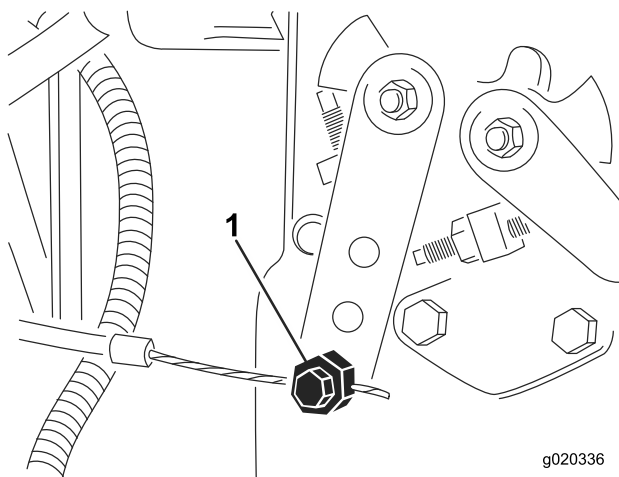

図 61
2. 噴射ポンプのレバーアーム (図 61) の部分にあるスロットルケーブルのコネクタをゆるめる。